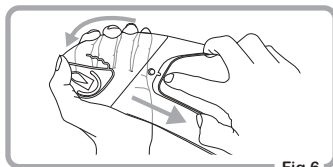

Fig.6
- ① Avlägsna visiret från hjälmen.
- ② Avlägsna Pinlock® Insättningslins original från excentersprintarna genom att böja på visiret. (Fig.6)